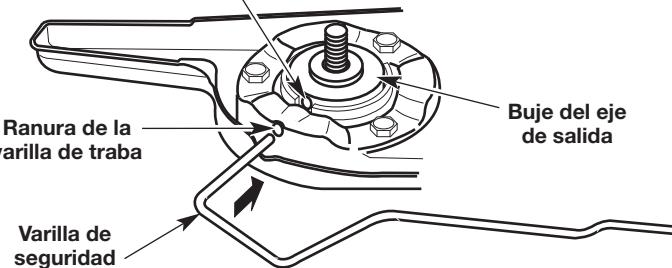
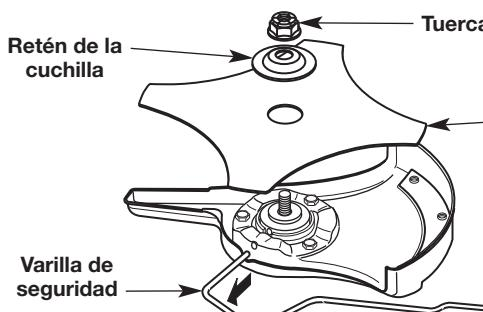
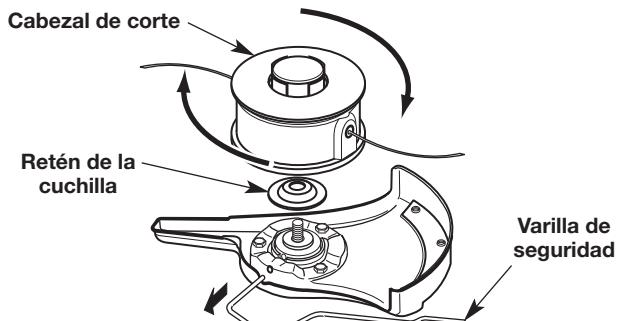

Fig. 9
Fig. 11
Fig. 14
- Rote la cuchilla (Fig. 11) hasta que el orificio del casquillo del eje se alinee con la ranura de la varilla de seguridad (Fig. 9).
- Inserte la varilla de seguridad a través de la ranura de la varilla de seguridad y dentro del orificio del casquillo del eje (Fig. 9).
- Quite la varilla de seguridad (Fig. 11).
- Retire la retención de la cuchilla y la cuchilla (Fig. 11).
- Rote el casquillo del eje de salida hasta que el orificio del casquillo del eje se alinee con la ranura de la varilla de seguridad (Fig. 9).
- Rote el cabezal de corte (Fig. 14) hasta que el orificio del casquillo del eje se alinee con la ranura de la varilla de seguridad (Fig. 9).
- Mientras sostiene la varilla de seguridad en su lugar, desatornille el cabezal de corte girándolo en el sentido de las agujas del reloj (Fig. 14).
- Quite la varilla de seguridad (Fig. 14).
- Extraiga la retención de la cuchilla (Fig. 14).